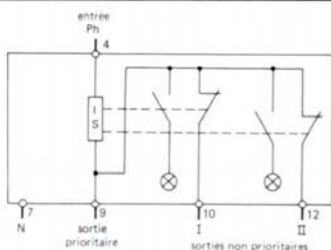

fig. 1
■ **CDS, réf. 15908** (fig. 1). Réalise :
■ Les circuits non prioritaires doivent comporter des récepteurs monophasés (Ph/N). Dans le cas de circuits triphasés, comportant des récepteurs triphasés, se reporter au schéma fig. 1 voir page A130.